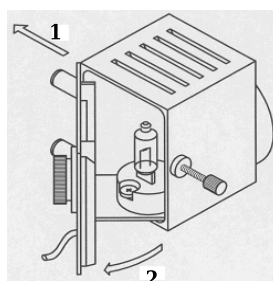

Abbildung 6-4 Öffnen der Abdeckung
2. Schieben Sie die hintere Abdeckung in Richtung des Pfeils 1 auf, wie Abbildung 6-4 zeigt. Dann öffnen Sie das Lampengehäuse in Richtung des Pfeils 2, wie ebenfalls in Abbildung 6-4 dargestellt ist.